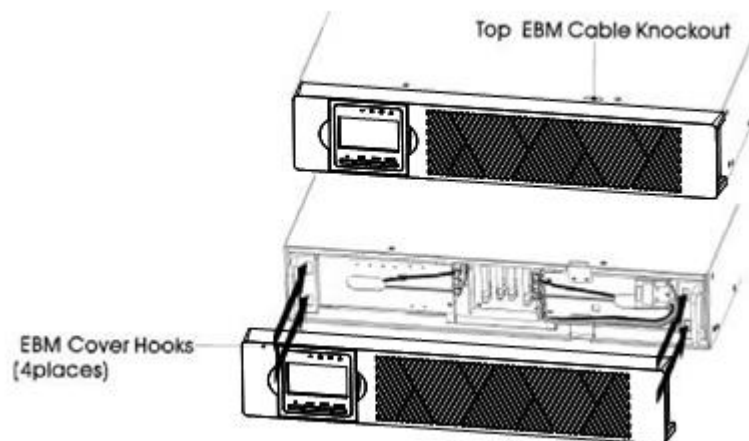

Rysunek 2: Podłączanie baterii wewnętrznych UPS
- b) Podłącz wewnętrzne złącze baterii (patrz Rysunek 2). Podłącz czerwony do czerwonego, Naciśnij mocno złącze, aby zapewnić prawidłowe połączenie.